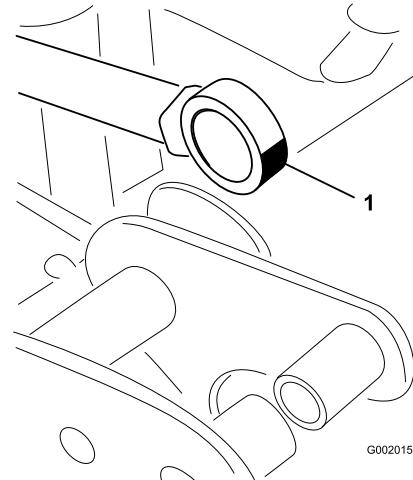

Bild 63
5. Drehen Sie das Stangenendenlager und schmieren Sie Schmiermittel in das Lager (Bild 63).